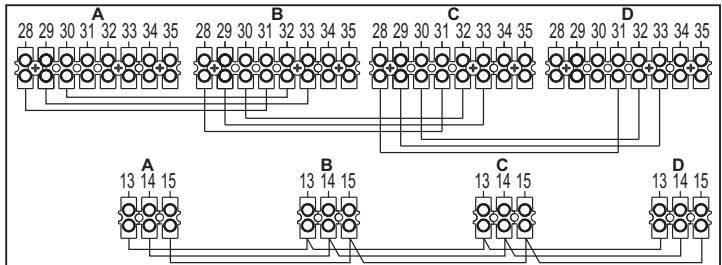

fig. 28 - Collegamento in cascata
1. Collegare i moduli come mostrato in fig. 28 (**esempio con 4 moduli**)
Se questo non avviene, togliere alimentazione elettrica e controllare il cablaggio in fig. 28.